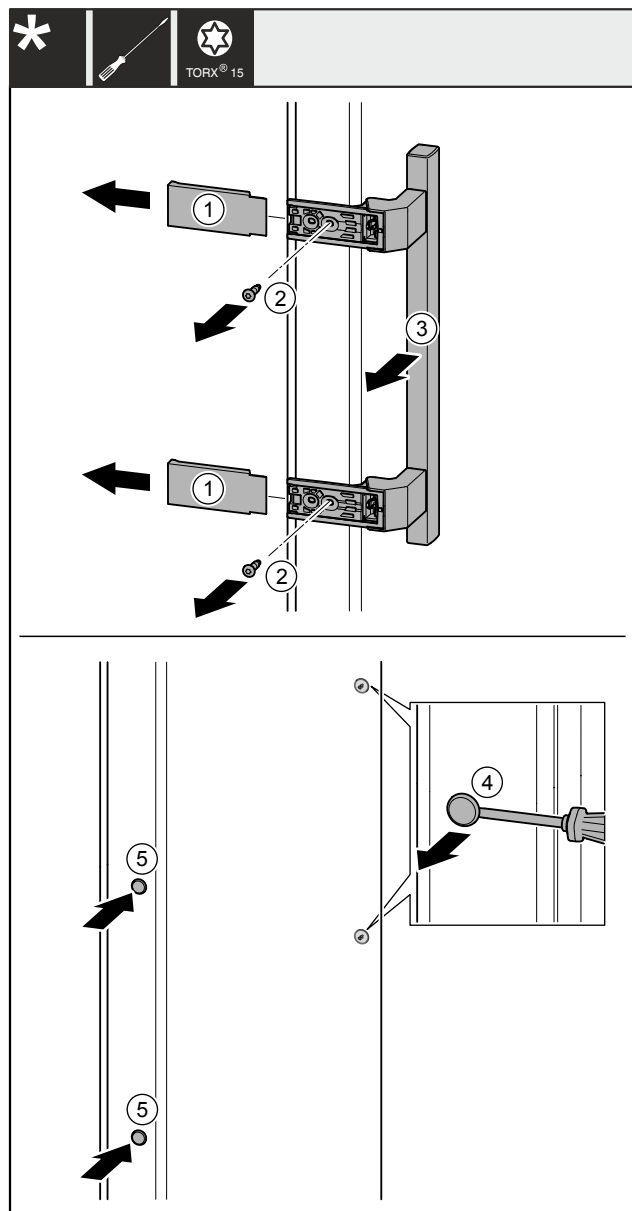

Fig. 40
- Snemite pokrove Fig. 40 (1).
- Izvijte vijake Fig. 40 (2) z izvijačem.
- Snemite ročaj Fig. 40 (3).
- Previdno dvignite stranski čep Fig. 40 (4) s ploščatim izvijačem in ga izvlecite.
- Vstavite čep Fig. 40 (5) nazaj na drugi strani.